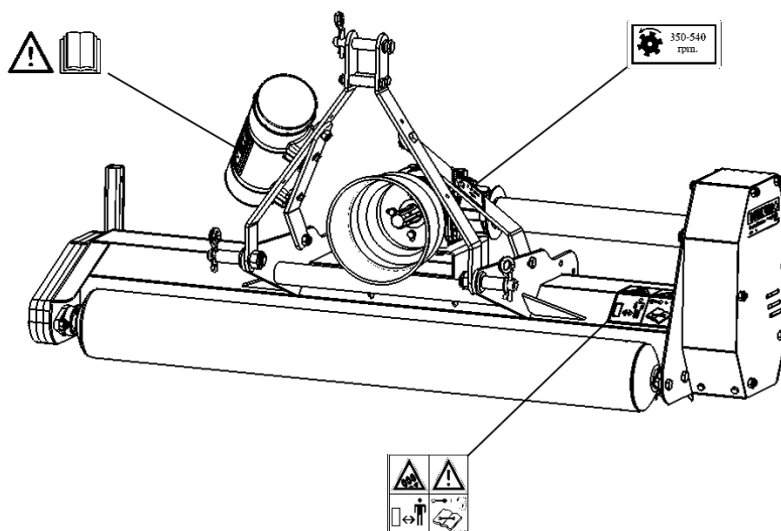

Abb. 6
- (7) Anbringung der Sicherheitsaufkleber. (Abb. 6)